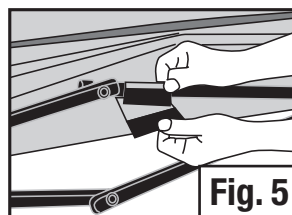

Fig. 5
- Fixez solidement la toile de l'abri à l'armature grâce aux fermetures à boucles et à crochets qui vous sont fournies. (Fig. 5 & 6)